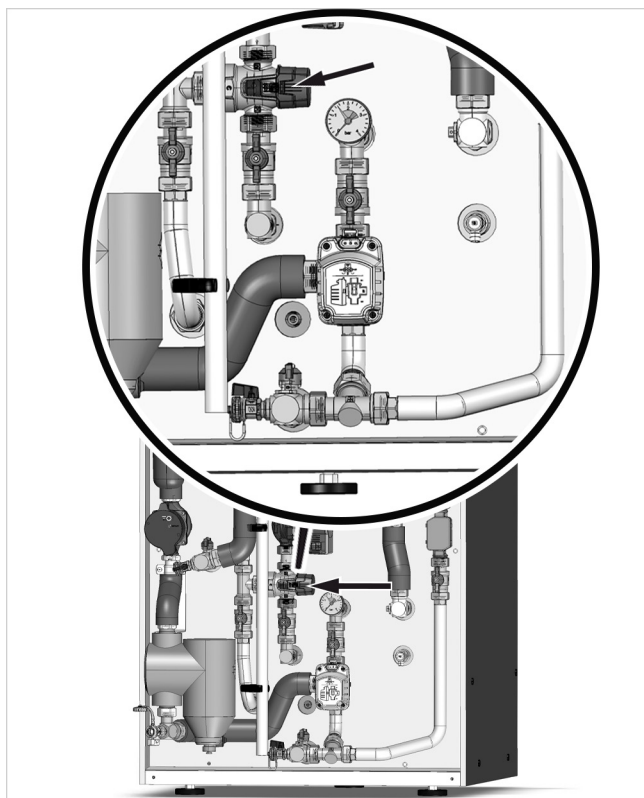

Fig. 35: Valvola miscelatrice termica nel modello SolvisLeo 180
- WWS-23: "65 °C" (vedi → fig. 35)